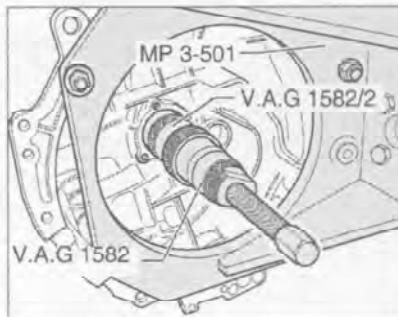

Рис. 7.54. Выпрессуйте шарикоподшипник входного/первичного вала из картера сцепления.
7. Выпрессуйте шарикоподшипник входного/первичного вала из картера сцепления (рис. 7.54).